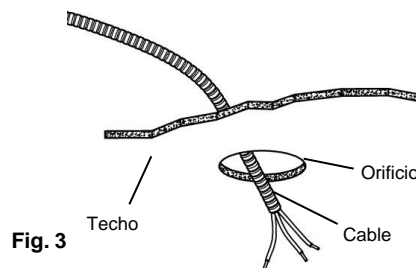

Fig. 3
3. Pasa el cable blindado (BX) o el cable no metálico (NM) (también conocido como Romex) a través del cortacircuitos o panel de fusibles hasta el orificio de 3 1/4” (8,3 cm), dejando entre 6” (15,2 cm) y 8” (20,3 cm) de cable sobrante extendido por debajo del orificio. Puedes usar cables con un máximo de 12 AWG de cableado. (Fig. 3) (**ADVERTENCIA-** Usa cables con clasificación de 90°C o mayor).